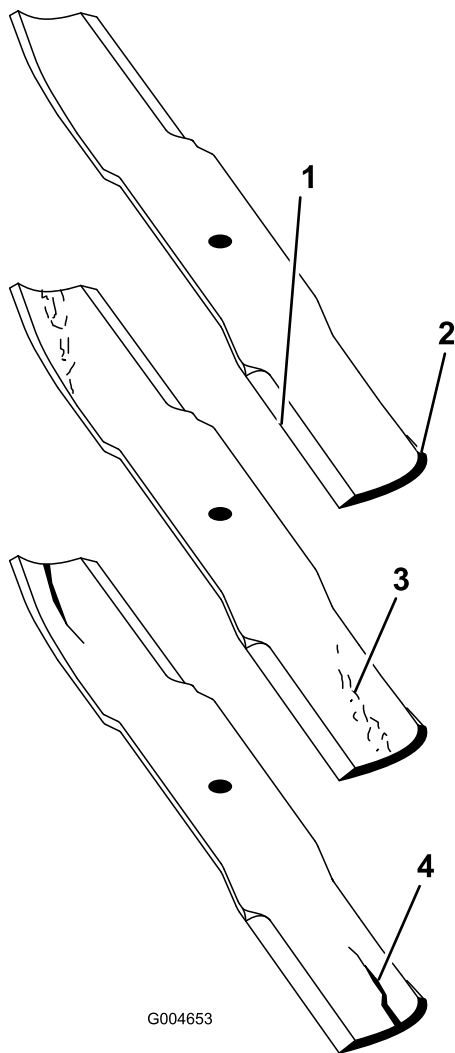

Bild 71
1. Untersuchen Sie die Schnittkanten (Bild 71). Entfernen und schärfen Sie die Messer, wenn die Schnittkanten nicht scharf sind oder Auskerbungen aufweisen. Siehe „Schärfen der Messer“.
2. Prüfen Sie die Schnittmesser, insbesondere den gebogenen Bereich (Bild 71). Wenn Sie Schäden, Verschleiß oder Rillenbildung in diesem Bereich feststellen (Bild 71), sollten Sie sofort ein neues Schnittmesser einbauen.